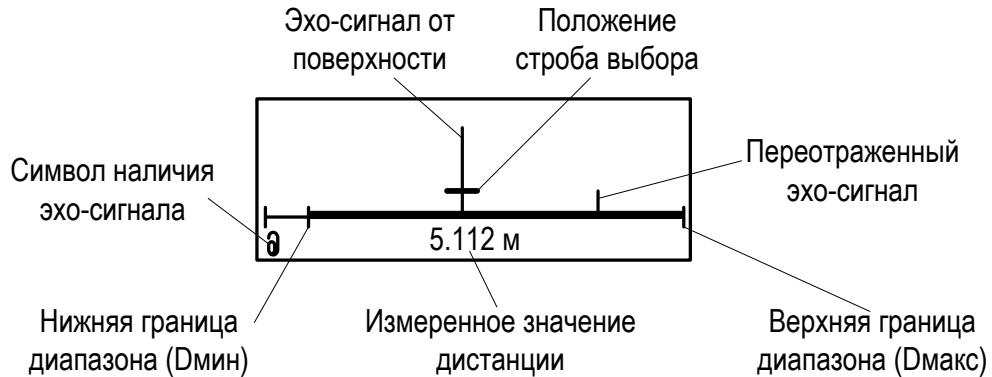

Рис. 2. Вид окна РАЗВЕРТКА.
- 1.3.1.8. В расходомере предусмотрена возможность индикации в графической форме регистрируемых сигналов, попадающих в заданный диапазон измерений. Сигналы отображаются в окне **РАЗВЕРТКА** (**Настройка / Параметры объекта / Канал уровня / Развертка**) в порядке прихода по времени (рис.2).